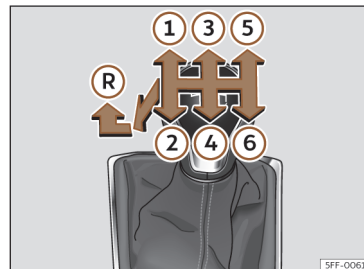

Fig. 114 Esquema de uma caixa de velocidades manual de 6 velocidades.
Na alavanca das velocidades indicam-se as posições das velocidades >>> **Fig. 114**.
- Com a alavanca das mudanças em ponto morto, pressione-a para baixo, mova-a para a esquerda até ao fim e depois para a frente para selecionar a marcha-atrás >>> Fig. 114 (R).